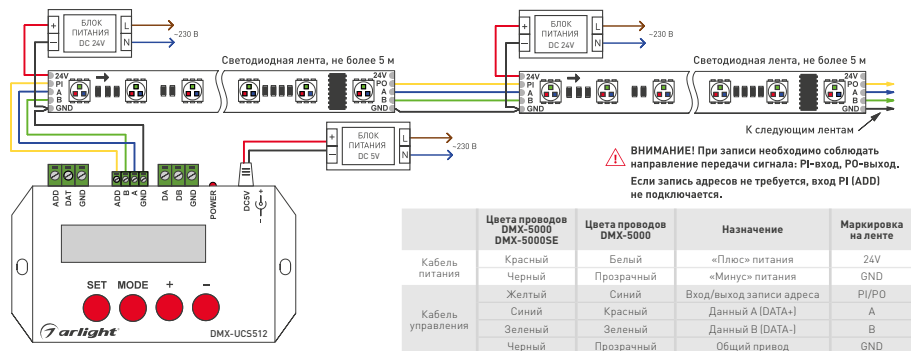

Рисунок 1. Схема подключения ленты на примере редактора адресов DMX-UCS512 и с использованием отдельных блоков питания
- Подключите ленту в соответствии со схемой (рисунок 1). Соблюдайте полярность подключения и направление передачи сигнала (вход/ выход). Обращайте внимание на маркировку, нанесенную на печатную плату, и на цвета соединительных проводов.
- Подключите ленту согласно схеме (рисунок 1).